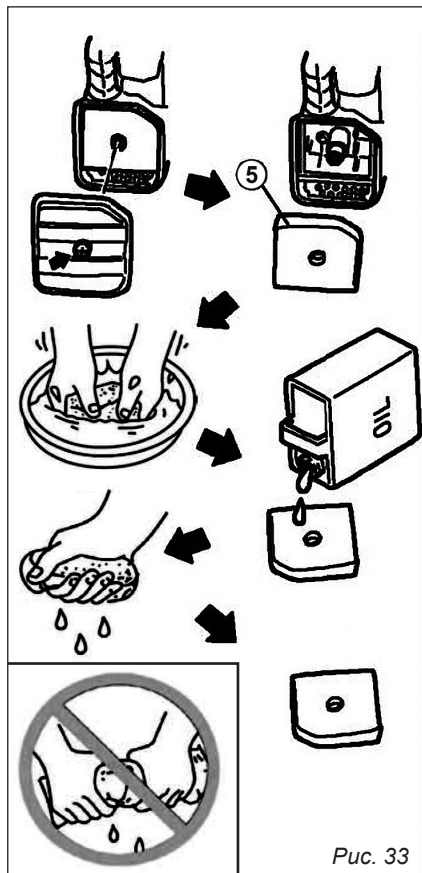

Рис. 33
При обнаружении любых дефектов фильтрующий элемент (5) заменить новым оригинальным, *рис. 33*.